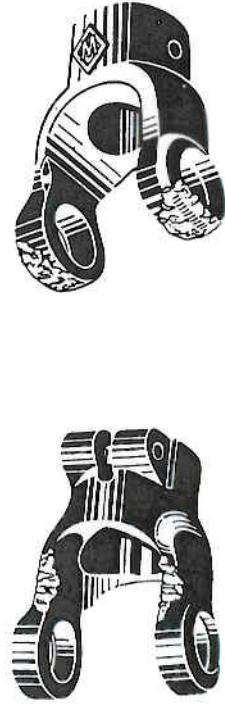

Abb. 25
- III. Überziehen des zulässigen Gelenkbeugewinkels (Abb. 25)